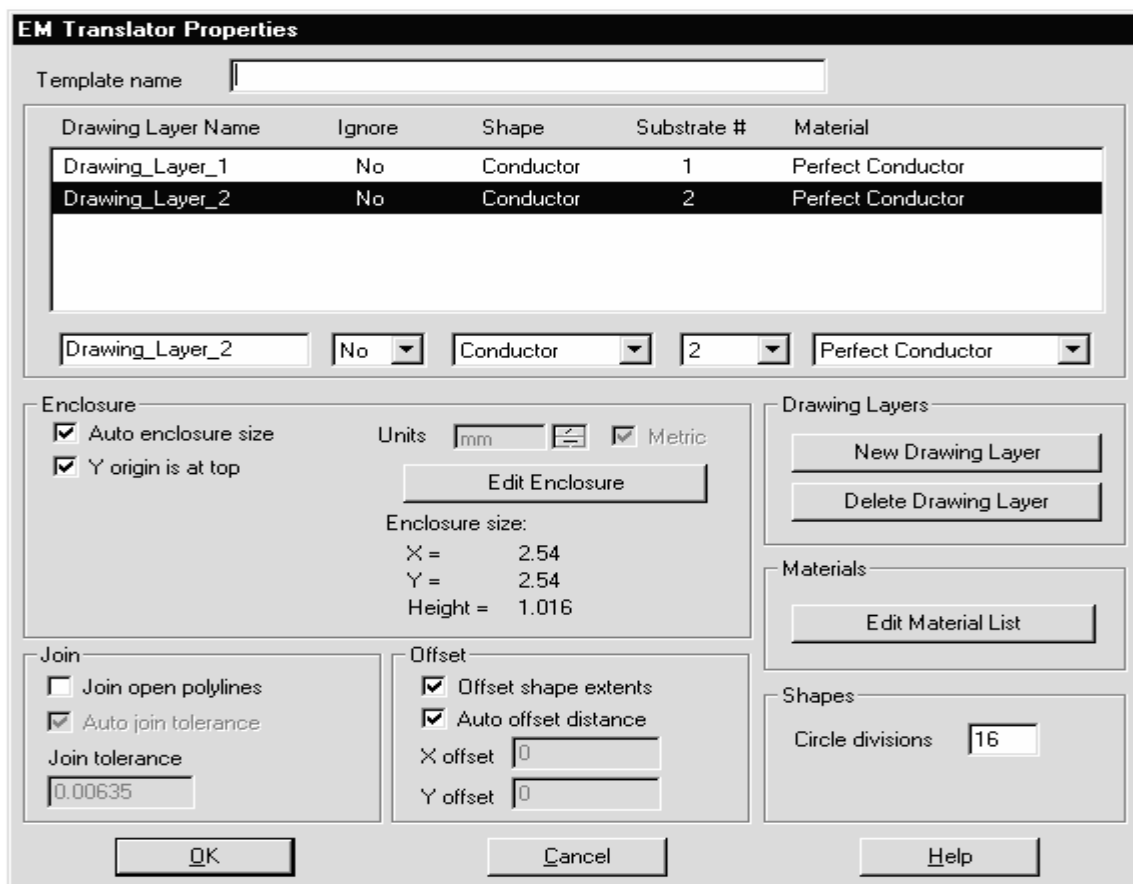

Рис. 4.32
3. Нажмите панель **Make New Template** (Создать новый шаблон) в диалоговом окне **EM Structure Translator**. Откроется диалоговое окно **EM Translator Properties** (Свойства транслятора электромагнитной структуры), см. рис. 4.32.